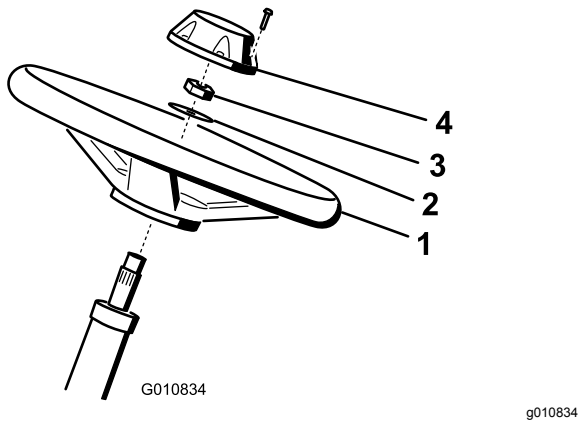

Bild 4
1. Schieben Sie das Lenkrad auf die Lenkwelle (Bild 4).
2. Schieben Sie die Scheibe auf die Lenkwelle (Bild 4).
3. Befestigen Sie das Lenkrad mit einer Sicherungsmutter an der Welle und ziehen es bis auf 27-35 Nm an (Bild 4).
4. Setzen Sie den Deckel auf und befestigen ihn mit sechs Schrauben am Lenkrad (Bild 4).